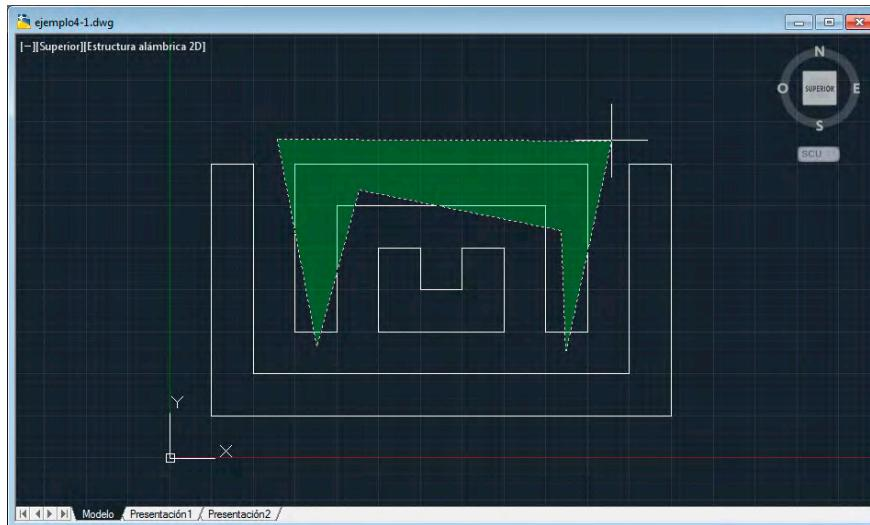

Figura 4.23. Designación de objetos mediante Polígono-Captura.
- **polígonoOC.** Como en la designación por Captura, serán designados los objetos que sean cruzados por el contorno del polígono de selección así como los que se encuentren completamente en su interior, tal y como puede verse en la figura 4.23.